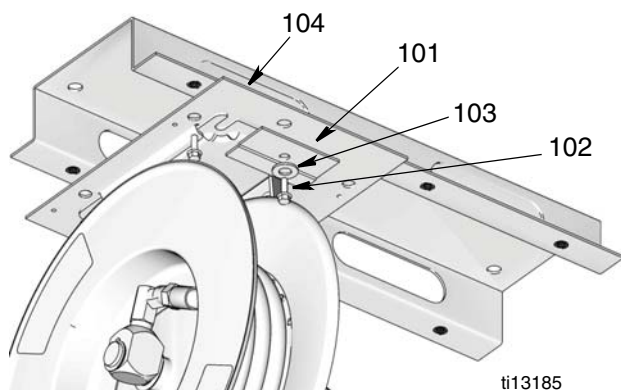

FIG. 14
- Déposer la vis à tête (102), la rondelle (103) et la plaque d'appui (101). Glisser ensuite l'enrouleur de la plaque de base (104) (FIG. 14).